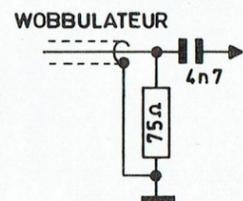

Fig. 2
- Injecter, à travers une sonde (fig. 2), le signal du wobulateur sur l'entrée 8 du tuner VHF.